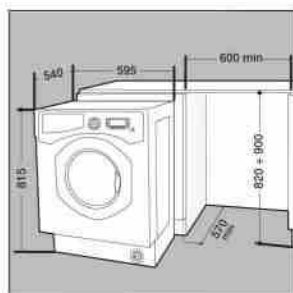

Fig. 6
- ماشین را تا جلوی قسمت تعبیه شده بکشید، و آنرا هم تراز کابینت قرار دهید. (fig 6)